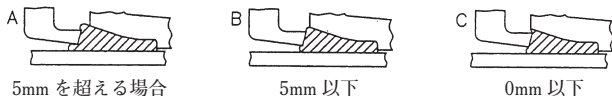

図10 ゴム輪の出入り状態
(1) 図10に示したようにゴム輪の受口端面よりの出入り状態を4箇所確認し、同一円周上でA,CまたはA,B,Cが同時に存在しないことを確認する。
(2) (1)項でA,CまたはA,B,Cが同時に存在する場合は、継手を解体し、再度接合する。